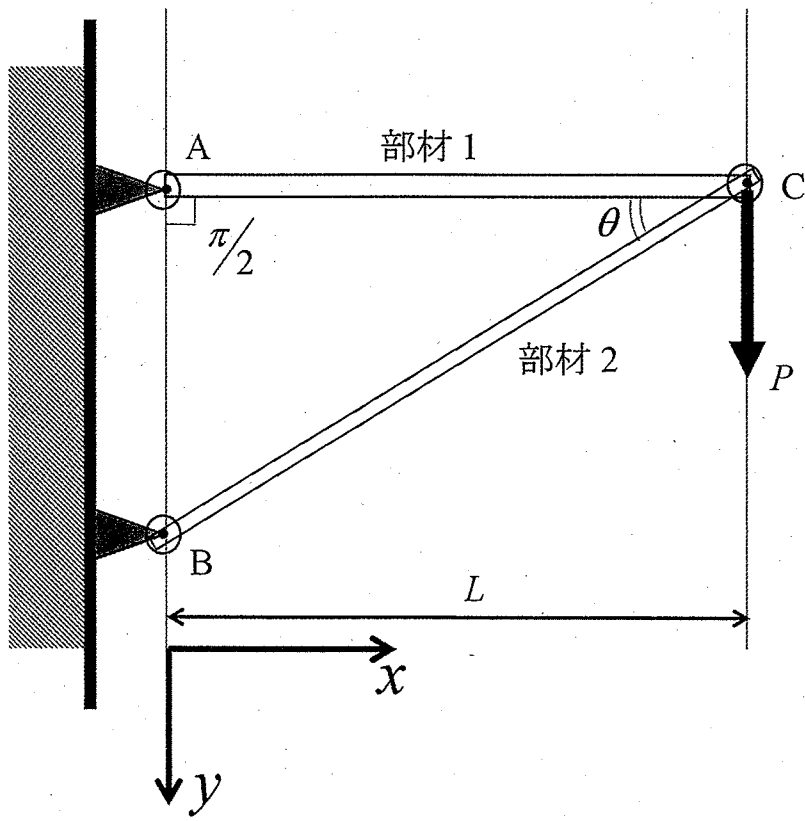

図 1-1
I. 図 1-1 に示す平面トラス構造を考える。A 点で真直な部材 1 が, B 点で真直な部材 2 が, 鉛直な剛体壁に回転自由な状態でピン接合されており, 部材 1 と部材 2 は, C 点で回転自由な状態でピン接合されている。部材 1 は剛体壁に垂直であり, A 点と C 点との距離は L である。部材 1 と部材 2 が C 点でなす角度を θ とする。この初期状態から, C 点に鉛直下向きに大きさ P の荷重をかける場合について, 以下の設問に答えよ。ただし, 部材 1 の断面積を A_1 , ヤング率を E_1 , 部材 2 の断面積を A_2 , ヤング率を E_2 とする。変形は微小で部材は座屈しないと考え, 重力や摩擦の影響は無視せよ。
- (1) 部材 1 と部材 2 に生じる軸力を, P と θ を用いて表せ。軸力は引張りを正とする。
- (2) トラス構造は部材 2 から破壊するものとする。部材 2 が剛体壁にピン接合されている B 点の位置と, 断面積 A_2 を変える場合を考える。トラス構造の耐荷重が一定である条件のもとで, 部材 2 を最も軽くできる角度 θ を求めよ。
- (3) 部材 1 と部材 2 に生じる弾性ひずみエネルギー $U^{(1)}$ と $U^{(2)}$ を, $P, L, \theta, A_1, A_2, E_1, E_2$ で表せ。
- (4) C 点の鉛直下向きの変位 δ_y を求めよ。